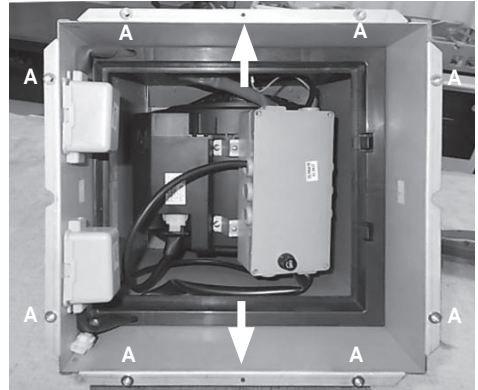

Abb. 20: Hier (weiße Pfeile) werden die beiden Schrauben (10) an der Unterseite des Motorblocks (7) eingesetzt, um den Grundschaft (3) zu befestigen.
Der Grundschaft (3) wird dann mit 2 Schrauben 3,5x9,5 mm (10) an der Unterseite des Motorblocks (7) befestigt (Abb. 20).
Der Haubenkörper muss nun mit 8 Schrauben M5x16 (9) am Grundschaft befestigt werden (Verbindung A) (Abb. 20, 23).